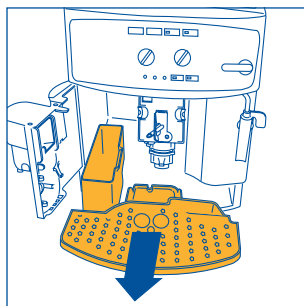

Рис. 16
**ПРИМЕЧАНИЕ 7:** кофеварка подсчитывает количество чашек воды, которые были приготовлены. Каждые 14 маленьких чашек (или 7 больших) ☹ загорается индикатор (гл. 12, пункт 3), предупреждая, что кассета для кофейной гущи заполнена и ее необходимо вытряхнуть и прочистить. До очистки кассеты для гущи лампа остается горячей, а кофеварка больше не готовит кофе. Для того, чтобы произвести очистку, откройте дверцу для обслуживания, расположенную в передней части, потянув за специальную ручку, рис. 15; загорится мигающий индикатор ☹, см. пар.12, п. 9, затем извлеките ванночку для сбора воды, рис. 16, слейте и очистите ее.
- извлеките ванночку для сбора воды и кассету для гуши, рис. 16 и промойте их;